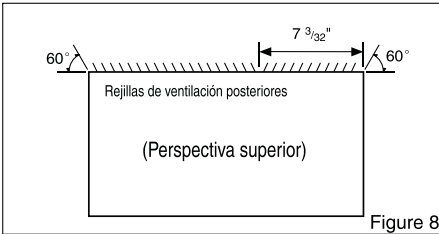

Figure 8
- 1** Redireccione las rejillas de ventilación en la parte posterior del soporte de pared a un ángulo de 60° según muestra la FIG. 8. Recomendamos el uso de alicates.